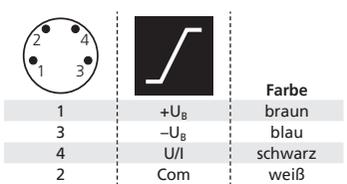

Bild 1: Pinbelegung mit Sicht auf den Sensorstecker und Farbkodierung der microsonic-Anschlusskabel
- ➔ Anschlusskabel an den M8-Gerätestecker anschließen, vgl. Bild 1.